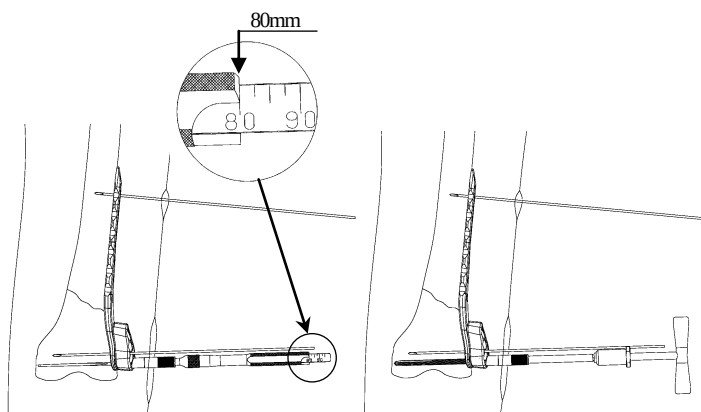

図6
- 7) ドリルスリーブを取り外し、4.5/5.0 スクリュー用デプスゲージを使用してイメージ下で先端が突きあたってところで計測し、計測値と同一長さもしくは1サイズ短いスクリューを選択します。(図6)